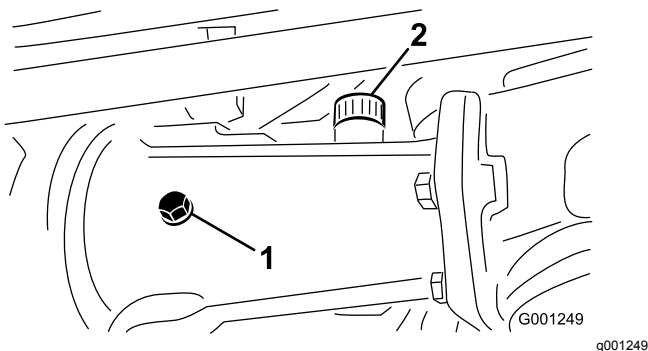
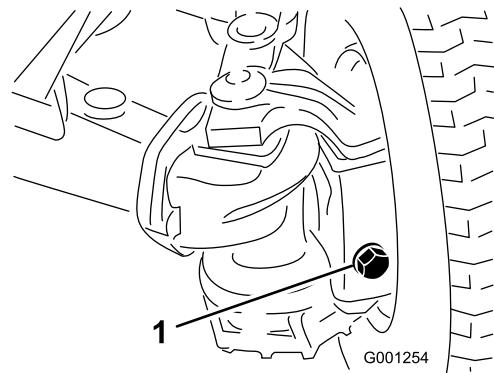

Figura 57
Figura 58
2. Remova o tampão de verificação da estrutura do eixo central e o eixo e os tampões de enchimento/verificação em cada caixa do eixo exterior (Figura 57 e Figura 58).
3. Verifique se há lubrificante até às roscas no fundo de cada orifício do tampão (Figura 57 e Figura 58).
- A. Se encher a estrutura do eixo central, retire o tampão de enchimento (Figura 57).
- B. Adicione o lubrificante do eixo traseiro especificado no depósito do eixo até que o lubrificante chegue ao fundo dos orifícios dos tampões de verificação (Figura 57 e Figura 58).
- C. Se retirado da estrutura do eixo central, aplique selante de rosca PTFE nas roscas do tampão de enchimento e instale-o na estrutura (Figura 57).
5. Aplique o selante de roscas PTFE nas roscas do tampão de enchimento da estrutura do eixo central e nos tampões de enchimento/verificação das caixas do eixo exterior (Figura 57).
6. Instale o tampão de verificação na estrutura do eixo central e tampões de enchimento/verificação nas duas caixas do eixo exterior (Figura 57 e Figura 58).
1. Tampão de escoamento (3)
8. Aplique o selante de roscas PTFE nas roscas do tampão de enchimento da estrutura do eixo central e nos tampões de enchimento/verificação das caixas do eixo exterior; consulte Figura 57 e Figura 58 em Verificação do lubrificante do eixo traseiro (página 58).
9. Instale o tampão de verificação na estrutura do eixo central e os tampões de enchimento/verificação nas duas caixas do eixo exterior; consulte Figura 57 e Figura 58 em Verificação do lubrificante do eixo traseiro (página 58).